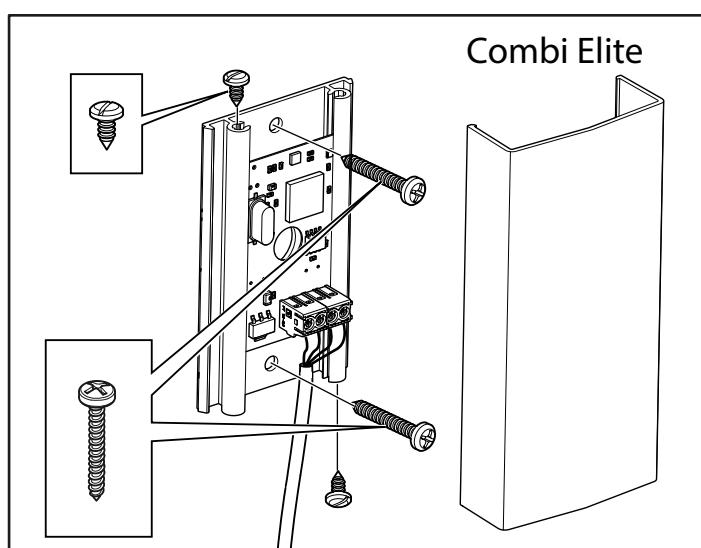

Abb. 16: Installieren des Feuchtigkeits- und Temperatursensors.
14. Montieren Sie den Sensor an der Wand (siehe Abb. 16). Das Thermistorkabel kann ebenfalls durch die Wand geführt werden. Dichten Sie hinter dem Sensor befindliche Löcher in der Wand ab (siehe Abbildung 17). Außerhalb der Sauna kann das Thermistorkabel mit einem Niederspannungskabel (2- oder 4-adrig) verlängert werden.